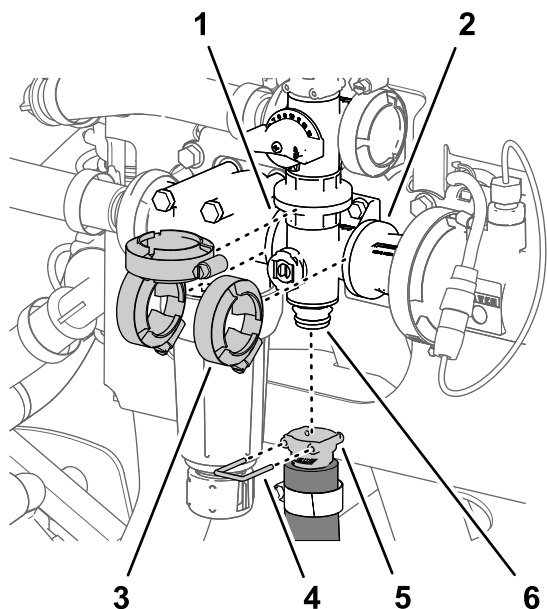

图 123
1. 拆下将搅拌软管快速连接耦合器固定至搅拌阀歧管上的快速连接销 图 123。
2. 取下将搅拌阀歧管固定至压力式滤清器头和耦合适配器的法兰上的 3 个法兰夹具 图 123。